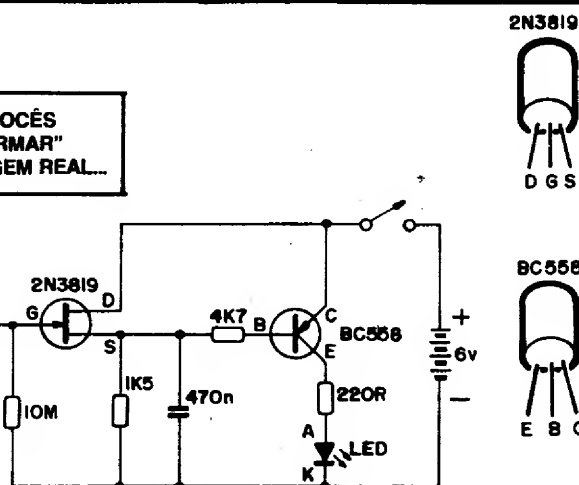

Fig. 16
- **FIG. 16** - Esquema do DETETOR DE CARGAS ESTÁTICAS (ELETROSCÓPIO) experimental... Além do TEC, temos um transistor bipolar comum, que amplifica a saída do 2N3819 a ponto de acionar, confortavelmente, um LED. Observem que o terminal de **gate** (G) do TEC está acoplado a uma verdadeira "antena" captadora de cargas elétricas, na forma de um **pequeno** pedaço de fio rígido isolado (só se remove o isolamento nas duas extremidades), num comprimento de cerca de 5 cm., não mais... Ao mesmo tempo, o terminal G está negativamente polarizado via resistor de alto valor (10M) para estabilizar e dar um "ponto" de funcionamento ao circuito. O terminal de **dreno** (D) do TEC vai direto ao positivo da alimentação (6V), enquanto que a **fonte** (S) está ligada ao **negativo** via resistor de 1K5. Em paralelo com tal resistor, temos um capacitor de 470n, cujo valor permite "filtrar" (desacoplar, ou "desviar"...), manifestações interferentes que não desejamos ver indicadas, contribuindo assim pa-
Para que Vocês possam "se virar", ainda na fig. 16 temos as identificações dos terminais do TEC, do transistor bipolar comum e do LED (respectivamente 2N3819, BC558 e vermelho, redondo, 5mm...).
Quanto a construção em si, do circuito, partam de uma barra de conectores, "leiam" e entendam o esquema (fig. 16) e mãos à obra (não é difícil, já que o conjunto apresenta poucos componentes e um número não exagerado de interligações...).